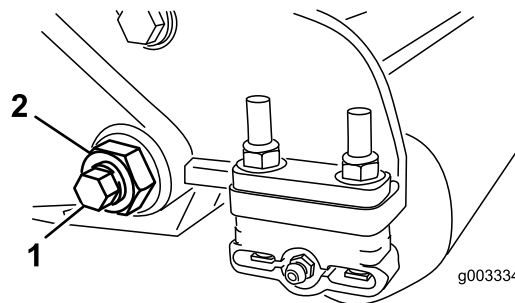

Figura 30
- En cada lado de la máquina, afloje la contratuerca que fija el perno de la barra de asiento (Figura 30).
- Retire cada perno de la barra de asiento, para poder tirar de la barra hacia abajo y retirarla de la máquina (Figura 30).